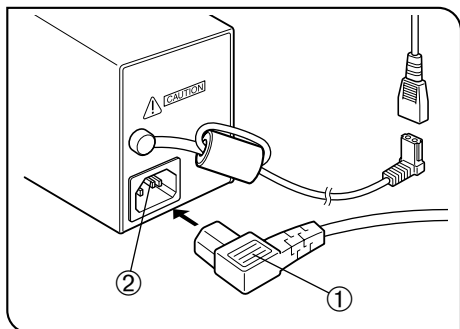

图 42
使用TL4 电源装置时的操作（图42）
1. 把电源线插头①牢固插入 TL4 电源装置的输入插座②中（图42）。